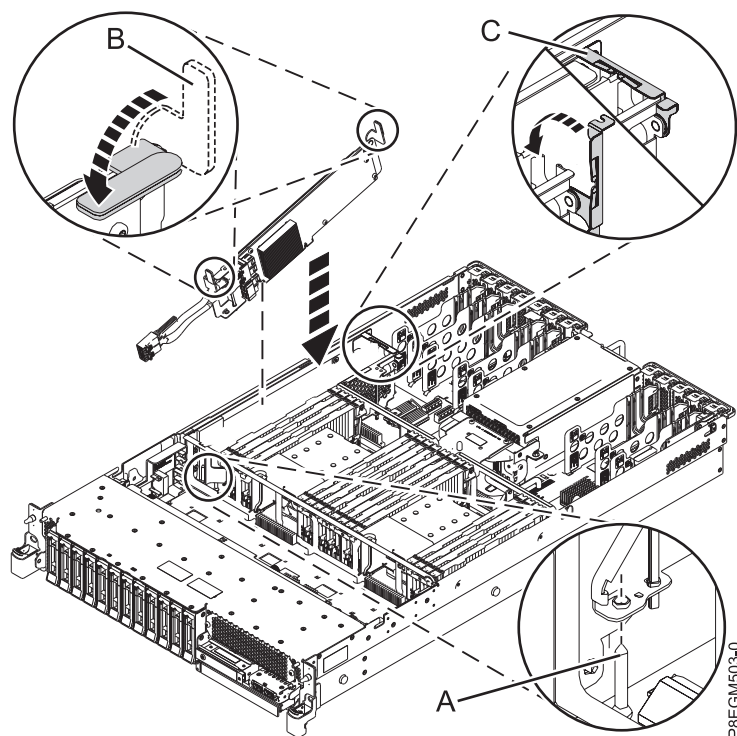

Figura 4. Substituir o Adaptador interno PCIe3 x8 SAS RAID 6 Gb na ranhura P1-C14
10. Conclua a instalação do Adaptador interno PCIe3 x8 SAS RAID 6 Gb ao o encaixar completamente. Assegure-se de que o adaptador está instalado no pino de localização (**A**). Carregue na extremidade central superior da placa para a encaixar firmemente no conector do painel posterior do sistema, como demonstrado em Figura 4 na página 5.
11. Empurre os manípulos azuis (**B**) na direcção que é apresentada em Figura 4 na página 5.
12. Empurre a calha de retenção do cabo (**C**) na direcção que é apresentada em Figura 4 na página 5.